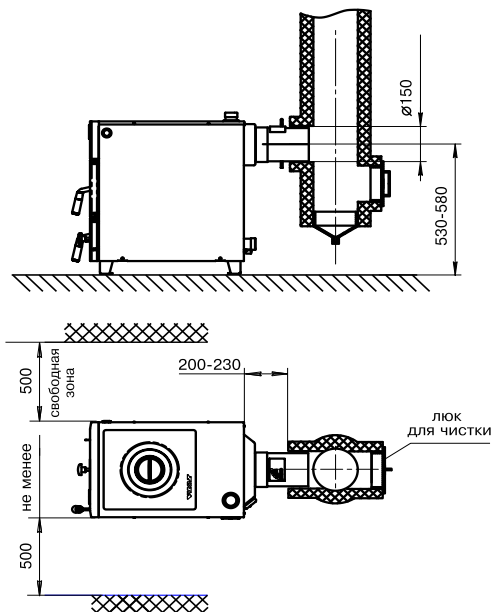

Рис.2 Схема установки аппарата
6.1.2. Перед установкой аппарата на сгораемые конструкции здания под аппаратом и перед его фронтом на 500мм необходима прокладка стальных листов толщиной 0,6 - 1,0 мм по асбестовому или базальтовому картону, толщиной 3-5мм. Схема установки аппарата показана на рис. 2.